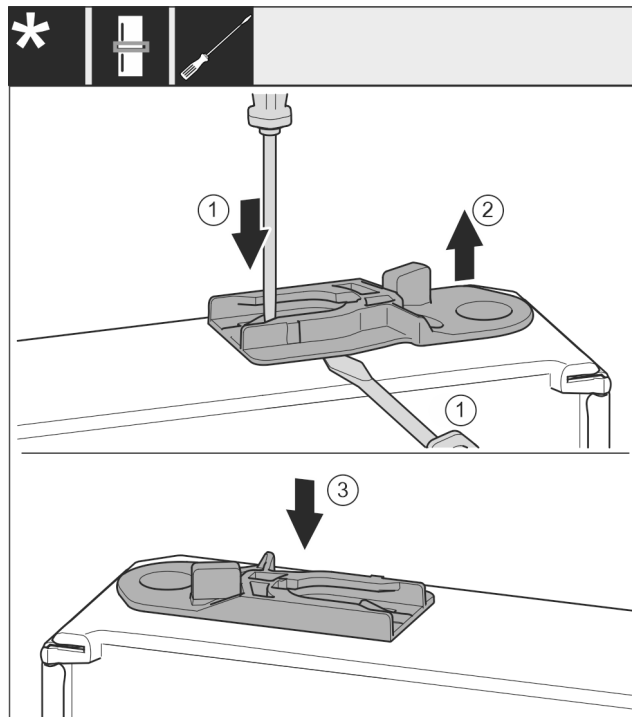

Fig. 38
- ▶ Изваждане на направляващата втулка: С плоска отвертка натиснете езичето и едновременно с това вкарайте плоска отвертка под направляващата втулка. Fig. 38 (1, 2)
- ▶ Вкарайте приложената към доставката направляваща втулка от другата страна на корпуса. Fig. 38 (3)